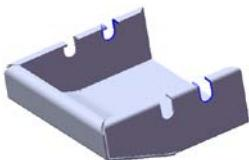
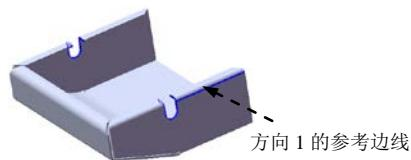

图 9.35 阵列 (线性) 1
图 9.36 选择参考边线
(3) 定义切除深度属性。在“切除—拉伸”对话框的 **方向 1** 区域的 下拉列表中选择 **完全贯穿** 选项，选中 **正交切除(N)** 复选框，其他采用系统默认设置值。
(4) 单击 按钮，完成切除—拉伸 2 的创建。
Step14. 创建图 9.35 所示的阵列（线性）1。
(1) 选择下拉菜单 **插入(I)** → **阵列/镜向(E)** → **线性阵列(L)...** 命令，系统弹出“线性阵列”对话框。
(2) 定义阵列源特征。单击 **要阵列的特征(E)** 区域中的文本框，选取切除—拉伸 2 作为阵列的源特征。
(3) 定义阵列参数。
① 定义方向 1 的参考边线。选择图 9.36 所示的边线为方向 1 的参考边线。
② 定义方向 1 的参数。在 **方向 1** 区域的 文本框中输入数值 20.0；在 文本框中输入数值 2。
(4) 单击 按钮，完成阵列（线性）1 的创建。